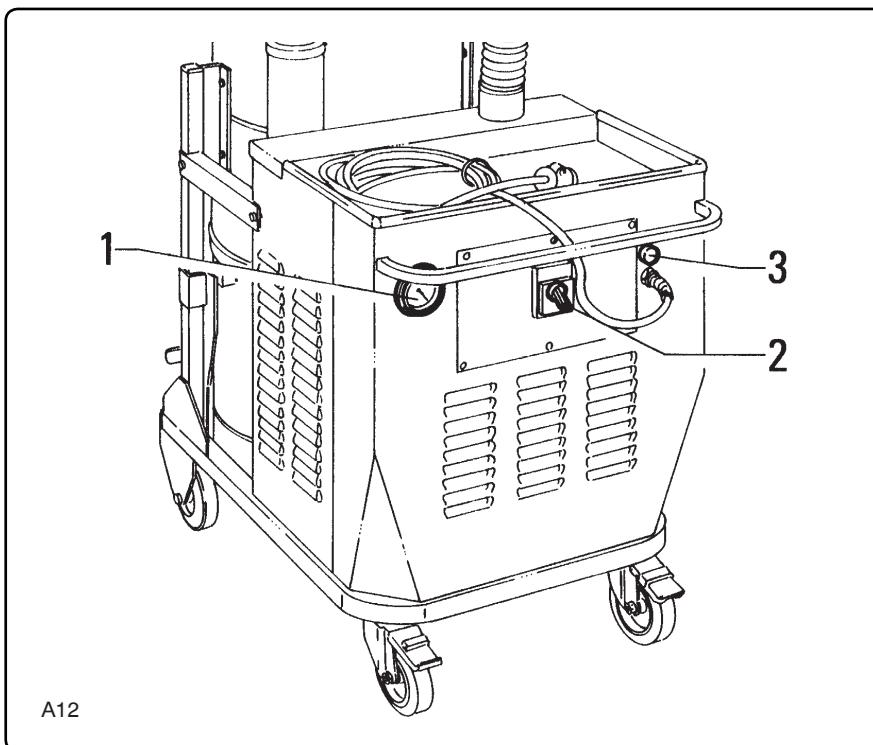

Fig. 4.1.1
**4.1 - Elenco comandi ed indicatori (fig. 4.1.1)**
**4.1 - List of controls and indicators (fig. 4.1.1)**
**4.1 - Lista mandos y indicadores (fig. 4.1.1)**
**4.1 - Lijst van bedieningsorganen en signaalgevers (afb. 4.1.1)**